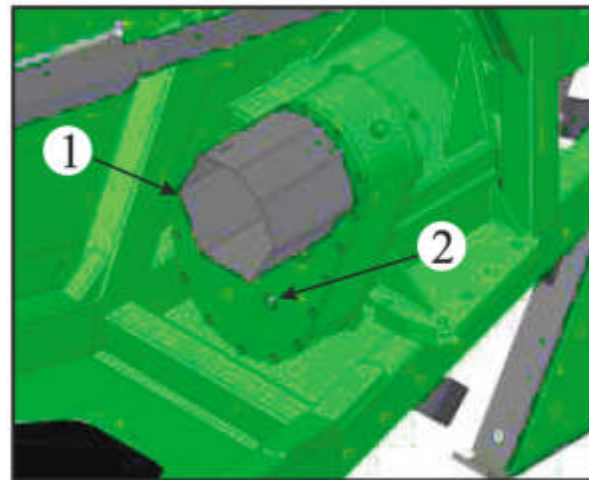

Fig.8
- ☑ verificare l'integrità delle protezioni dell'albero della presa di forza (n°1 di fig.8);
- ☑ verify the integrity of the PTO shaft guards (no. 1 in fig. 8)
- ☑ die Unversehrtheit der Schutzvorrichtung der Zapfwelle überprüfen (Nr. 1 Abb. 8);